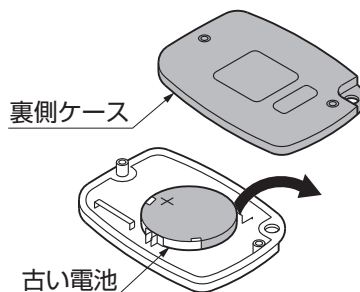

図18-2
- ②リモコン送信器の裏側のケースをはずし古い電池を取り出してください。（図18-2参照）